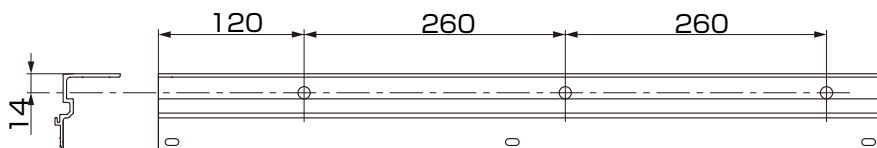

図7-3 上レールステーW10 (L=680) : 道路側から見て左端
- ①天井材が図7-1のように道路側から見て、左から2スパン-3スパンの順で取付いている場合のみ、図7-3～図7-6の位置にしたがって上レールステーに穴加工位置をけがいてください。